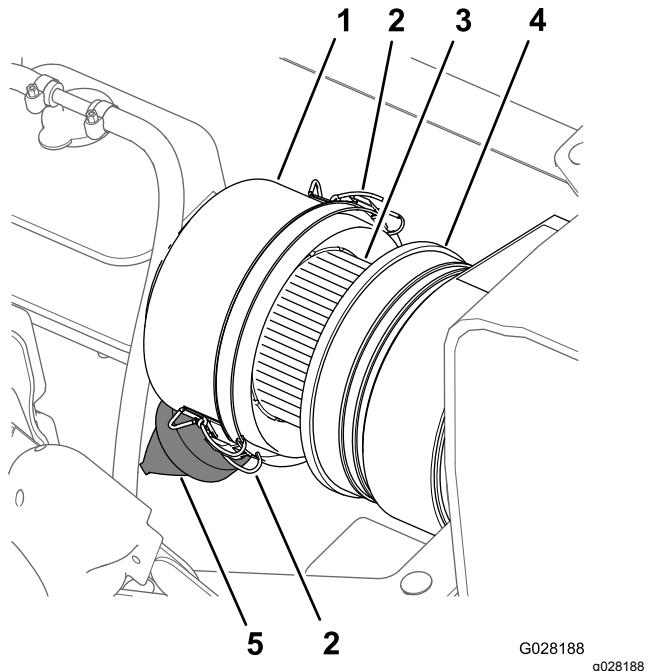
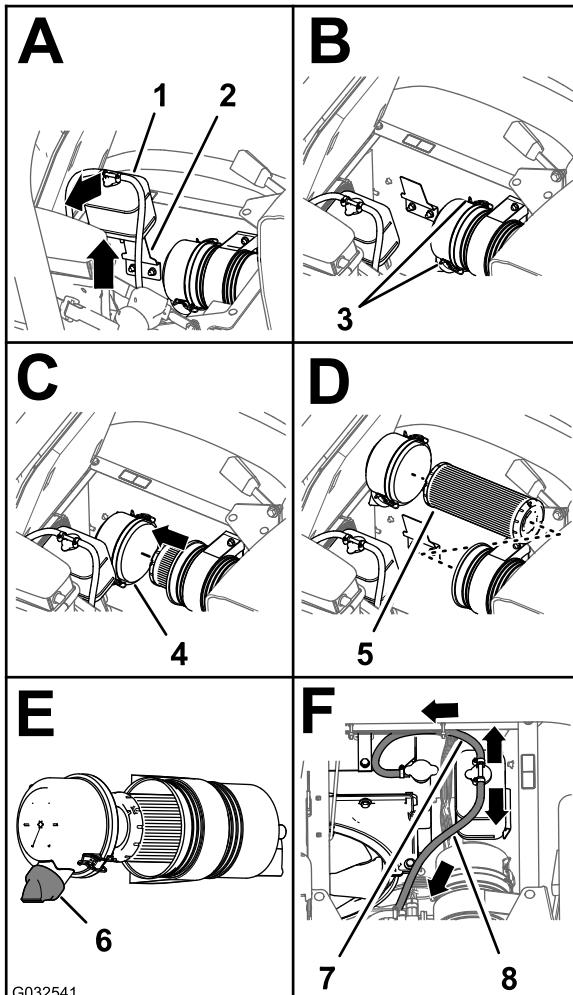

Рисунок 68
Рисунок 69
3. Очистите пылезащитную крышку и корпус воздухоочистителя (Рисунок 68).
4. Проверьте корпус воздухоочистителя на отсутствие повреждений, которые могли бы вызвать утечку воздуха (Рисунок 68).
5. Сожмите пылезащитный клапан, чтобы очистить его от загрязнений, пыли и мусора (Рисунок 68).
7. Проверьте элемент воздушного фильтра на чрезмерное скопление пыли, загрязнений и мусора (Рисунок 68).
8. Установите пылезащитную крышку на корпус воздухоочистителя и зафиксируйте ее двумя защелками (Рисунок 68).
- Очистите пылезащитную крышку и корпус воздухоочистителя (Рисунок 68).
- Поднимите расширительный бачок охлаждающей жидкости вверх и снимите его с опорного кронштейна бачка (Рисунок 69).
- Отпустите 2 защелки, фиксирующие пылезащитную крышку на корпусе воздухоочистителя (Рисунок 69).
- клапан влажной тканью (Рисунок 68 и Рисунок 69).
- Вставьте элемент воздушного фильтра в корпус воздухоочистителя (Рисунок 69).
- Установите крышку на корпус воздухоочистителя и зафиксируйте ее двумя защелками (Рисунок 69).
- Примечание:** Убедитесь, что пылезащитный клапан установлен в положение «между 5 и 7 часами», если смотреть с торца (Рисунок 69).
- Совместите расширительный бачок охлаждающей жидкости с опорным кронштейном бачка и плотно посадите бачок на место (Рисунок 69).
- Внимание:** Убедитесь, что шланг сброса давления направлен вперед и вниз, а вентиляционный шланг бачка направлен назад, как показано на Рисунок 69.